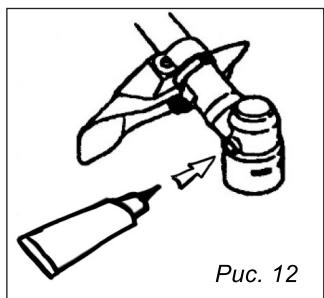

Рис. 12
9.4. Смазка редуктора (рис. 12)